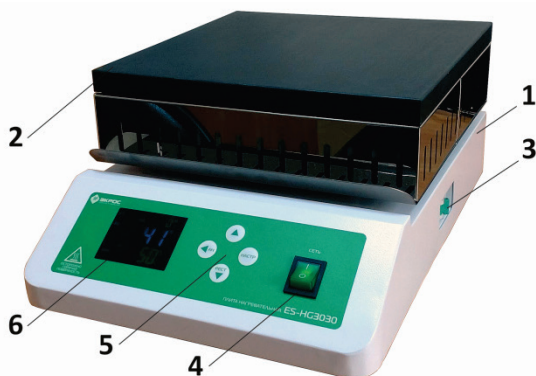

Рисунок 1
- 6.1. Плита (Рисунок 1) состоит из корпуса 1 и нагревательной платформы 2. На правой боковой стенке корпуса установлен автоматический выключатель 3. На передней панели корпуса расположены сетевой выключатель 4 клавиатура 5 и жидкокристаллический индикатор 6 регулятора температуры. На задней панели находится сетевой кабель. Плита стоит на 4-х резиновых ножках.